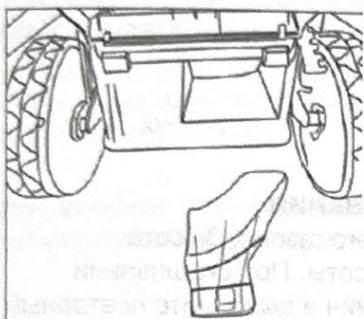

Рис. 6
- Откройте задний дефлекторный кожух, удерживайте его в нужном положении и вставьте мульчирующую вставку в задний разгрузочный желоб (рис. 6). Убедитесь, что нижняя сторона ручки защелкнулась.